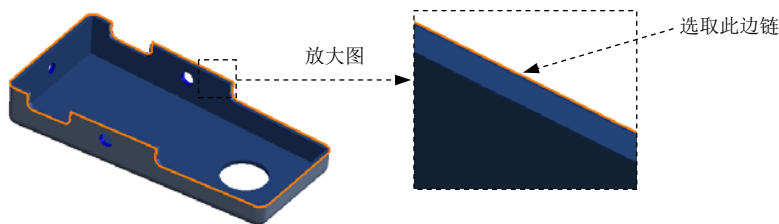

图 10.7.5 定义分型线
Step3. 定义分型线。单击“分型线”对话框中的和按钮，选取图 10.7.5 所示的边链作为分型线。